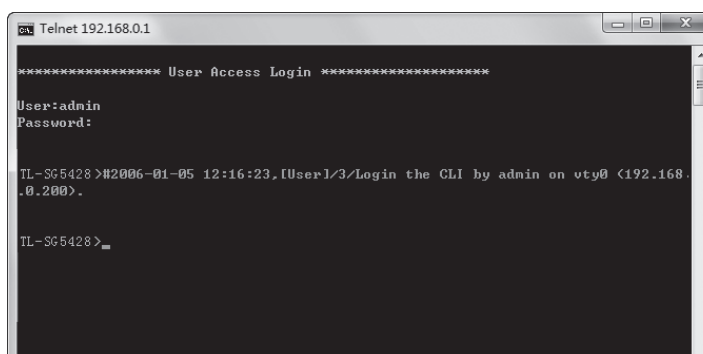

图4-6 登录交换机
3. 输入登录的用户名和密码（默认值均为“admin”），回车即可登录，如图4-6所示；